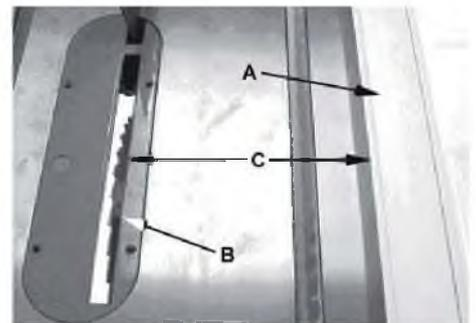

Рис. 29
- Паралельний упор (A, Рис. 29) повинен бути встановлений за шириною розпилу (C, Рис. 29), використовуючи шкалу передньої планки або виміривши відстань між пиляльним диском (B) та упором (A).